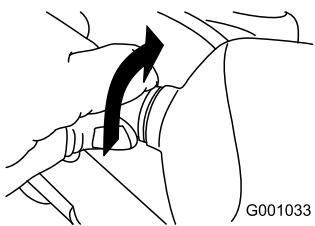

Figura 56
- Girate in senso antiorario la base della lampadina, finché non si ferma (Figura 56).